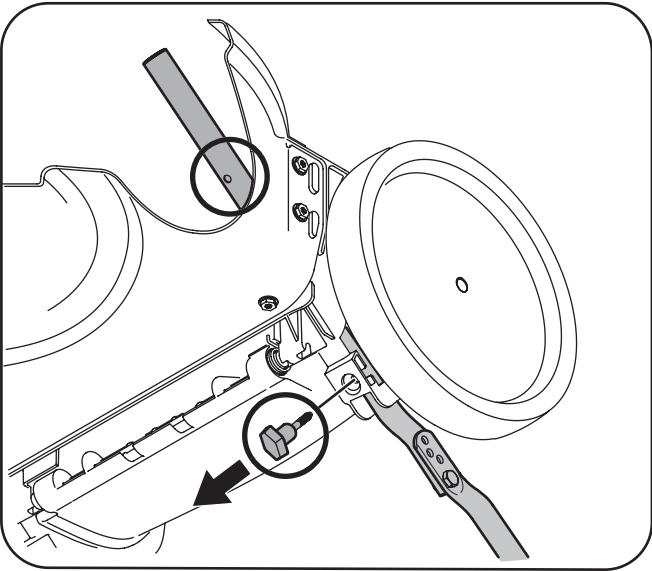

Figure 3-3
- a. Relevez le guidon 8 po jusqu'à ce que les trous du guidon inférieur (voir l'éclaté de la Figure 3-3) s'alignent avec les trous des supports du guidon. Voir la Figure 3-4.
2. Retirez les boulons à tête en T des supports du guidon, comme la Figure 3-3.